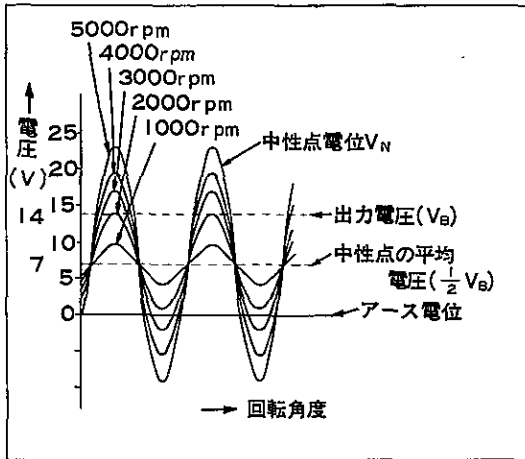

図5-90 中性点電位の変動 S6358
(1) 第3高調波により、中性点電位はオルタネータの回転数によつて図5-90のように変化する。